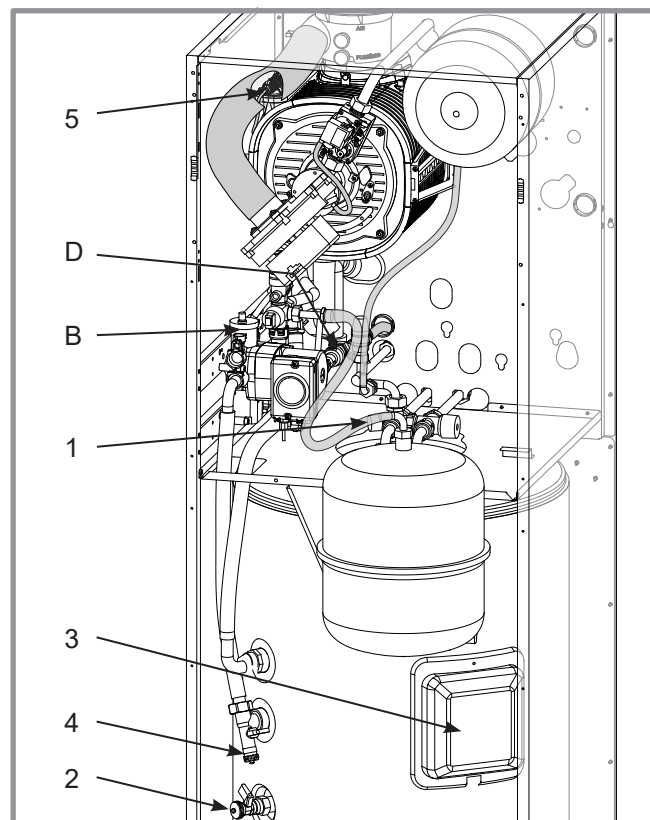

figure 49 - Vannes et purgeur
- Ouvrir le robinet de vidange de la chaudière (*figure 49, page 45, rep. 4*).
- Ouvrir le purgeur de la chaudière (*figure 49, rep. 5*).